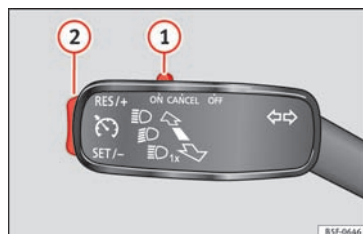

Fig. 48 Se placering på s. 9-10.
- Aktivering af fartpilot: Skub kontakten »» **Fig. 48 ①** til positionen **ON**. Systemet er aktiveret. Da der endnu ikke er gemt nogen hastighed, regulerer systemet ikke endnu.
- Brug af fartpilot: Tryk på knappen »» **Fig. 48 ②** i området **SET/-**. Den aktuelle hastighed gemmes, og systemet regulerer.
- Midlertidig deaktivering af fartpilots regulering: Tryk kontakten »» **Fig. 48 ①** til positionen **CANCEL**, eller trød på bremsepedalen. Reguleringen deaktiveres midlertidigt.
- Genoptagelse af fartpilots regulering: Tryk på knappen »» **Fig. 48 ②** i området **RES/+**. Den gemte hastighed gemmes og indstilles på ny.
- Forøgelse af gemt hastighed, mens fartpiloten regulerer: Tryk på knappen **②** i området **RES/+**. Bilen accelererer, indtil den nye, gemte hastighed er nået.
- Deaktivering af fartpilot: Skub kontakten **»» Fig. 48 1** til positionen **OFF**. Systemet bliver deaktiveret, og den gemte hastighed bliver slettet.